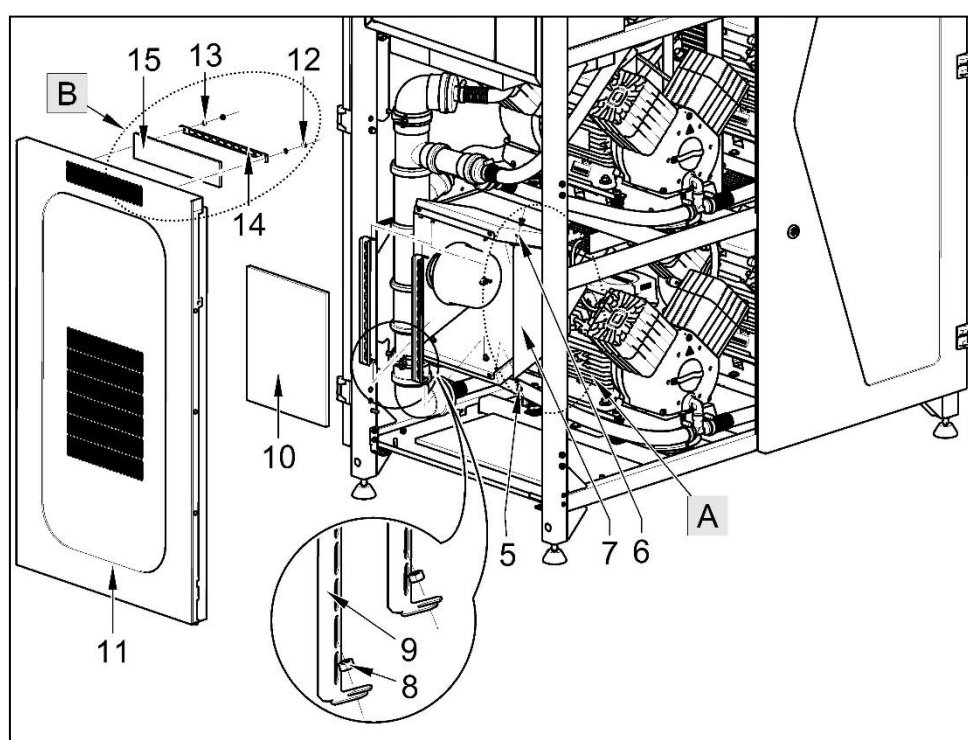

Рис. 22
- В точке А удалите пену, 4 винта (5), шайбы (6) и снимите крышку всасывающего фильтра (7) (Рис. 22).
- Удалите 2 гайки (8) на кронштейне (9) фильтра и снимите фильтр (10).
- В точке В (на боковых поверхностях (11)) удалите 2 гайки (12), шайбы (13), снимите кронштейн фильтра (14), а затем и сам фильтр (15).